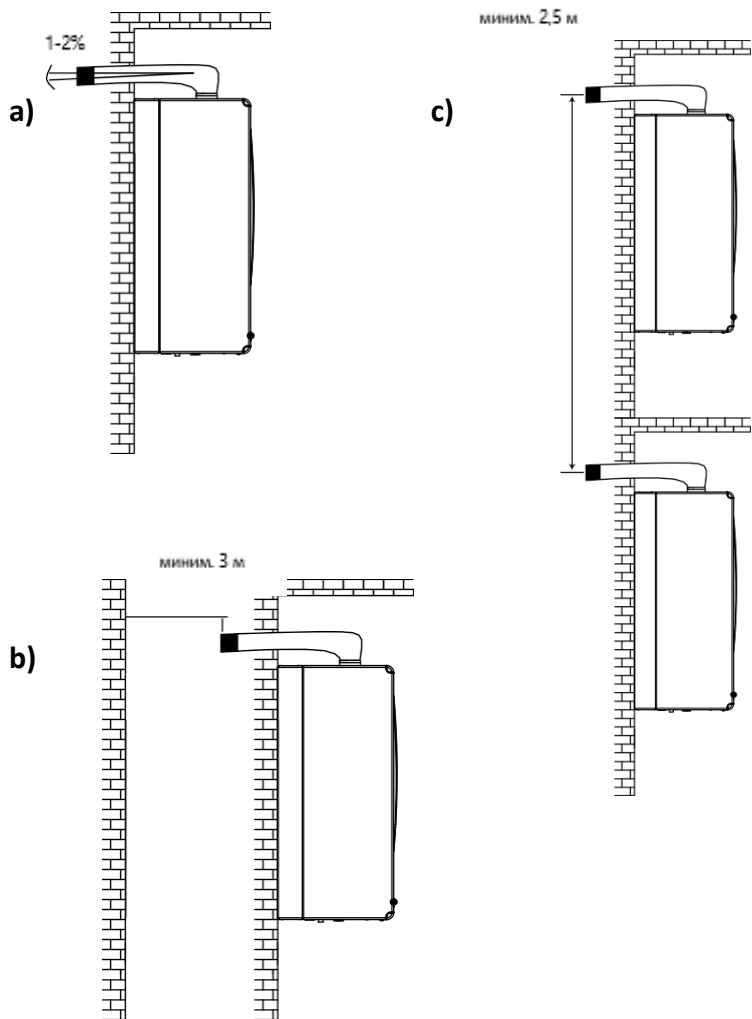

Рисунок 5
- Для устройств типа С выходные отверстия горизонтальных дымоотводов следует устанавливать с уклоном наружной части вниз на 1-2% для предупреждения проникновения дождевой воды и т. п. (Рисунок 5а).
- Для устройств типа С расстояние между выходными отверстиями горизонтальных дымоотводов, выведенных наружу здания, должно составлять не менее 2,5 м. Кроме того, при выводе дымоотвода под окном, выходное отверстие дымоотвода должно находиться на расстоянии 30 см от нижнего края окна (Рисунок 5с).
и т. п. (Рисунок 5а)